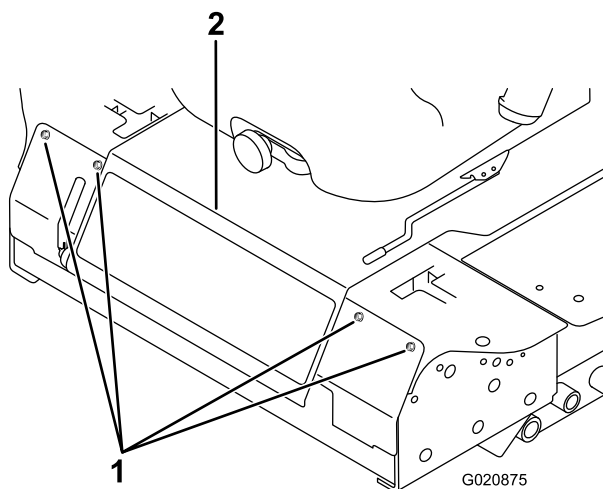

Bild 53
2. Nehmen Sie die Schrauben ab, mit denen die Frontplatte befestigt ist, und nehmen Sie sie ab (Bild 53).